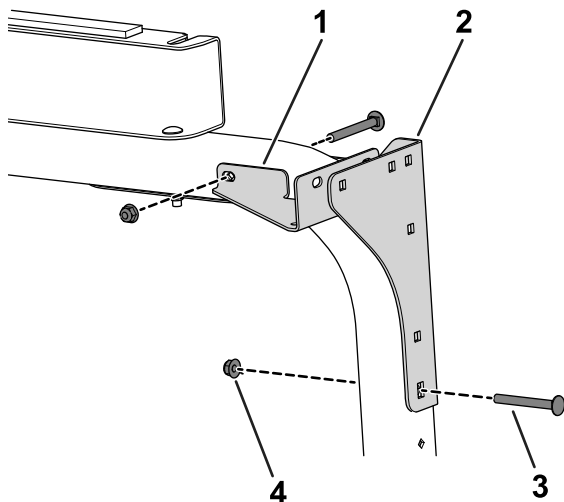

图28
6. 使用4个托架螺栓5/16 x 2¾ 英寸和4个螺母5/16 英寸将后安装支架和后角撑板固定到翻车保护杆上图28。